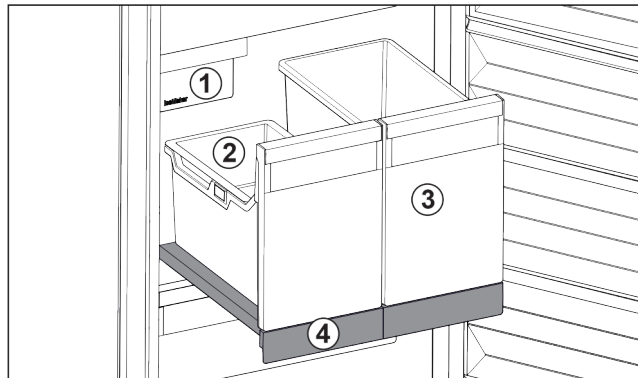

Fig. 117 Vysouvací přihrádka s IceTower
Na vysouvací přihrádce jsou dvě vysoké nádoby (IceTower). V nádobě Fig. 117 (2) se shromažďují a skladují kostky ledu z IceMaker. Nádoba Fig. 117 (3) se hodí pro skladování vysokých potravin jako pizzy nebo alkoholické nápoje.